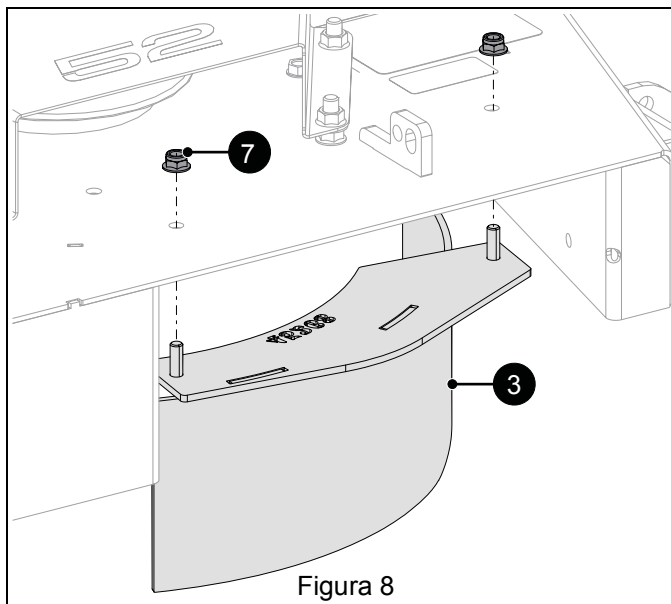

Figura 8
3. Asegure el deflector de descarga (pieza 3) a la plataforma con dos tuercas Nyloc 5/16". Consulte la Figura 8